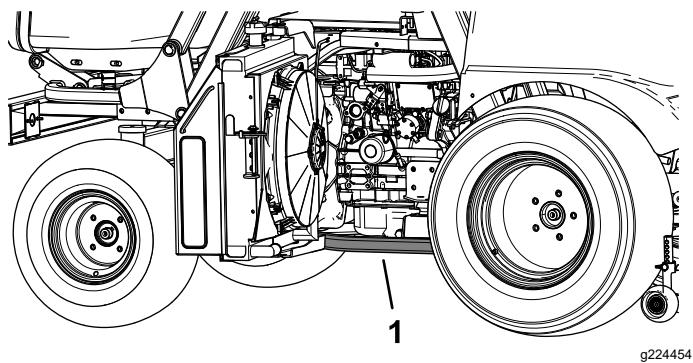
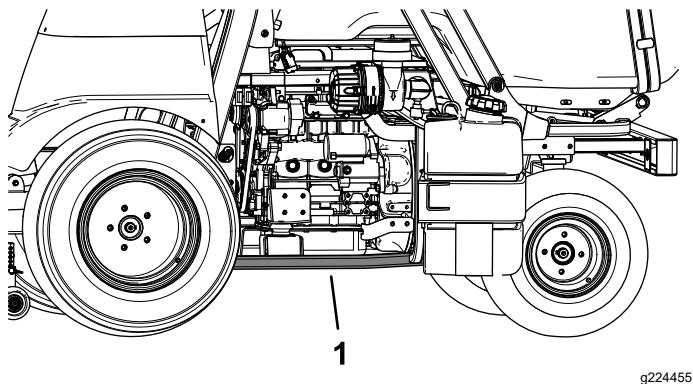

Figura 38
Figura 39
2. Posizionate un martinetto sotto al tubo del telaio (Figura 38 e Figura 39), direttamente sotto